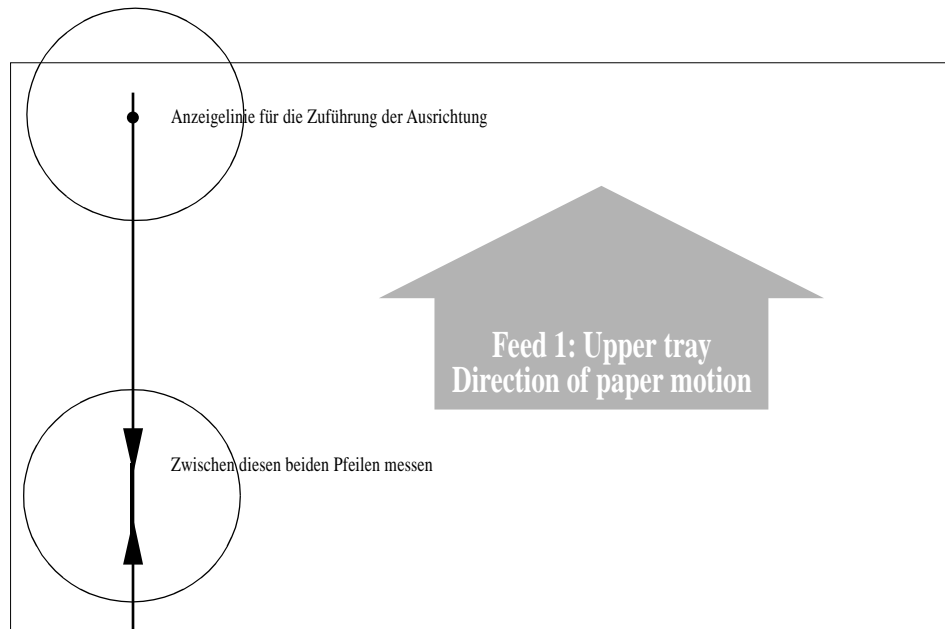

Abbildung 6-9 Musterausrichtungsblatt für Fach 1
- einen Satz Ausrichtungsblätter, je 1 Blatt pro Papierfach (plus ggf. ein Blatt für die HLZ-Einheit). Siehe Abbildung 6-9.
2. Suchen Sie auf dem Ausrichtungsblatt für Fach 1 (siehe Abbildung 6-9) die Ausrichtungslinie „Feed 1“.
3. Legen Sie das Linealblatt zur Ausrichtung des einseitigen Drucks zwischen die Pfeilenden (unter „zwischen diesen beiden Pfeilen ablesen“, siehe Abbildung 6-9).